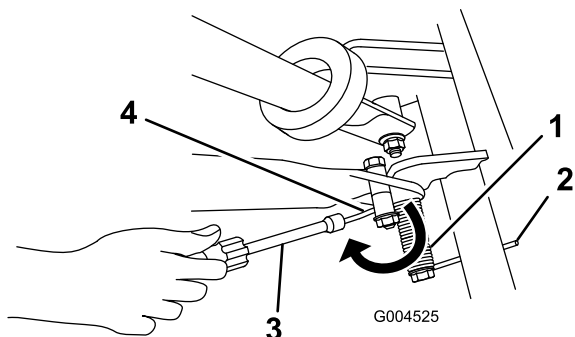

Figura 7
- Coloque uma calha de porcas na extremidade da mola que está voltada para a traseira e desloque a extremidade da mola por cima e por baixo da cunha do apoio (Figura 7).